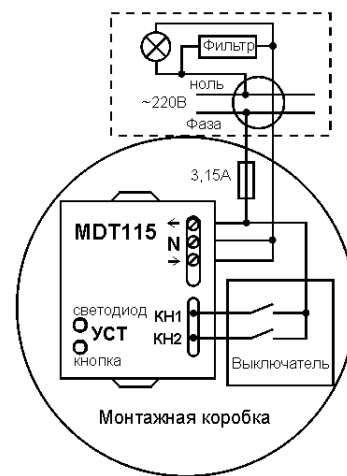

Рис. 2. Схема подключения модуля без нуля сети.
- 2.2. Подключить провода согласно рис. 2, 3, 4, 5;